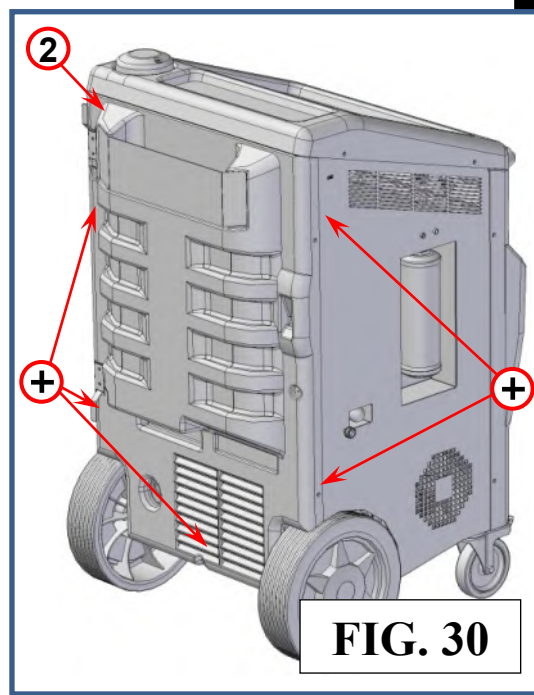

FIG. 30
- 2) Enlever le couvercle en plastique au dos (réf. 2, Fig. 30) pour accéder à la pompe à vide.